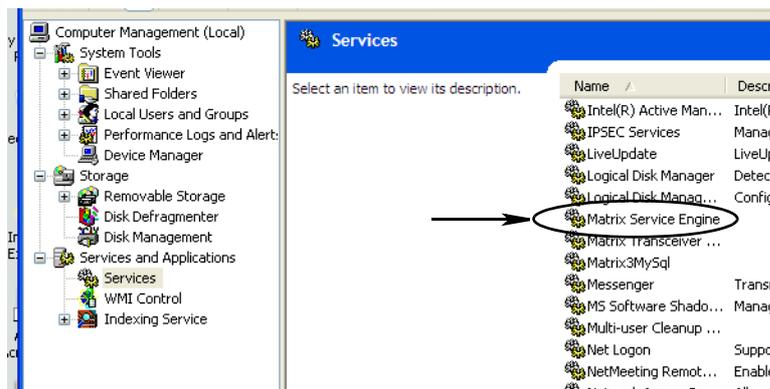

ABB. 56
d. Doppelklicken Sie in der Liste mit Diensten „Matrix System Engine“ (ABB. 56).